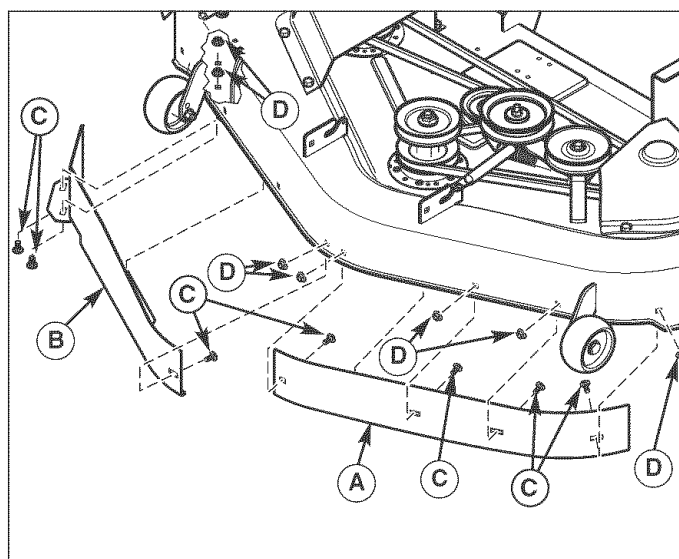

Figura 33. Instalación del deflector de soplado
2. Instale el deflector derecho (A, Figura 33) y fíjelo con los pernos de cabeza de hongo de 5/16-18 x 5/8" (C) y las contratuerca de reborde de 5/16-18 (D).
3. Instale el deflector izquierdo (B) y fíjelo con los pernos de cabeza de hongo de 5/16-18 x 5/8" (C) y las contratuerca de reborde de 5/16-18 (E).